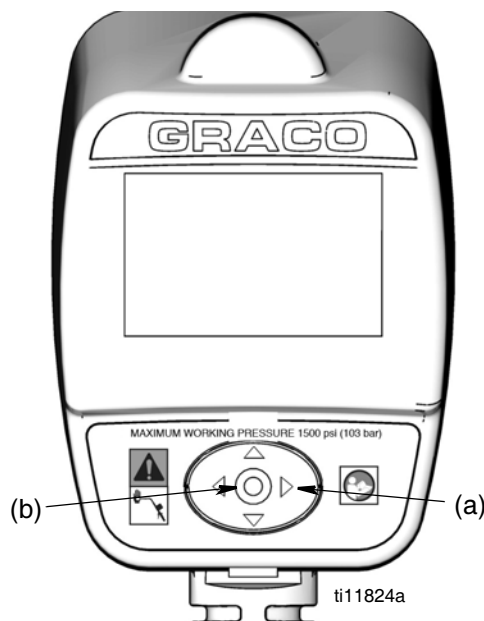
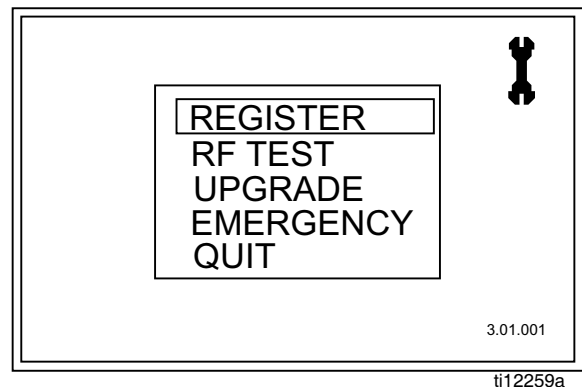

FIG. 3
FIG. 4
Schermate principali di impostazione utilità (FIG. 4)
1. Per visualizzare la schermata principale di utilità dalla schermata di erogazione, tenere premuto solo il tasto FRECCIA DESTRA (a) per alcuni secondi (FIG. 3).
2. Al tempo stesso, premere il pulsante centrale ENTER (b) (FIG. 3). Tenere quindi premuto fino a quando non viene visualizzata la schermata principale di utilità in FIG. 4.